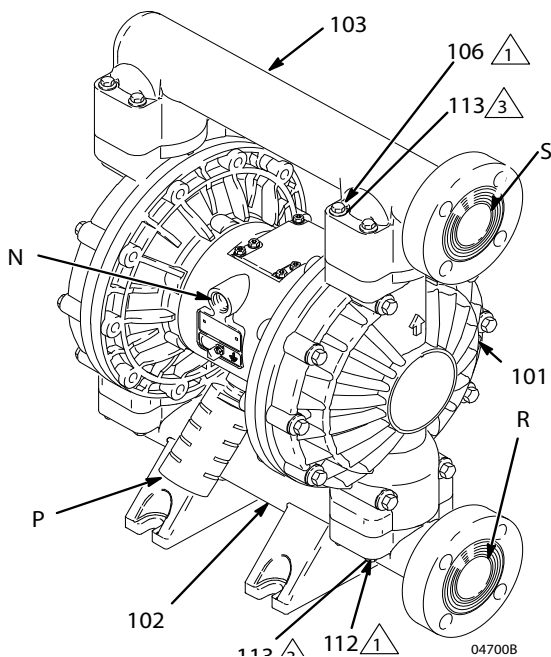

рис. 4
Насос поставляется со впускным (R) и выпускным (S) отверстиями для жидкости, направленными в одну сторону. См. рис. 4. Для того чтобы изменить ориентацию впускного и/или выпускного отверстий, выполните указанные ниже действия.
1. Выкрутите винты (106 и 112) и шайбы (113) крепящие впускной (102) и/или выпускной (103) коллектор к крышкам (101).